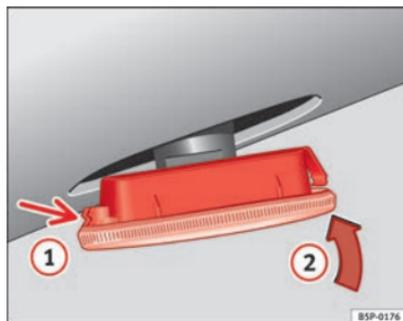

Fig. 155 Clignotants latéraux
- Placez d'abord le clignotant dans l'orifice de la carrosserie, en emboîtant les agrafes ① ⇒ fig. 155, puis emboîtez l'ampoule comme indiqué par la flèche ② ⇒ fig. 155.